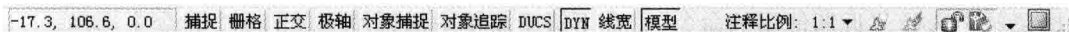

图 1-6 “AutoCAD 2008 经典”模式下的状态栏
(8) 状态栏。状态栏位于主窗口底部,用来反馈当前的工作状态,如图 1-6 所示为“AutoCAD 2008 经典”模式下的状态栏。